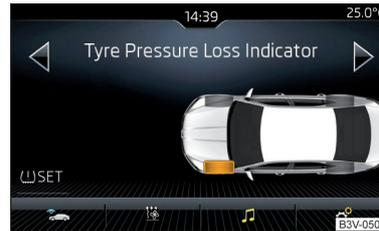

Abb. 303
- ▶ Die Funktionsfläche  SET antippen » Abb. 303.
Bei aufleuchtender Kontrollleuchte  im Kombi-Instrument kann im Infotainment der betroffene Reifen angezeigt werden » Abb. 303.